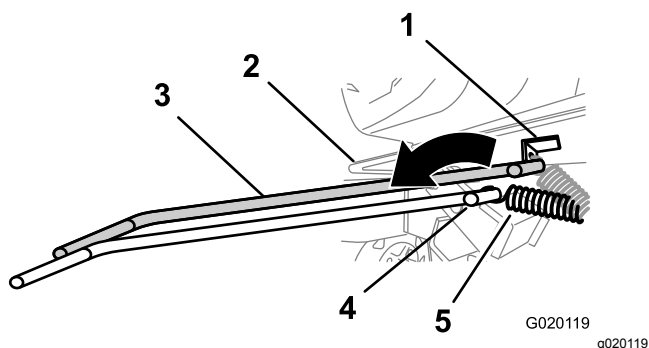

Figura 53
- Usando una herramienta para la retirada de muelles (Pieza Toro N° 92-5771), retire el muelle del anclaje de la chapa del motor (Figura 53).
- Usando una herramienta para la retirada de muelles (Pieza Toro N° 92-5771), instale el muelle tensor en el anclaje de la chapa del motor (Figura 53).